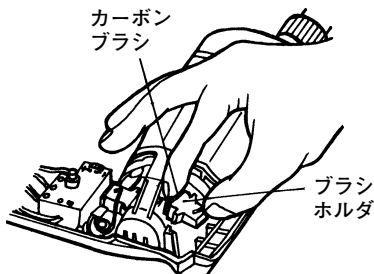

図 6
- (2) ブラシホルダをドライバーの先などで持上げ、カーボンブラシを押さえながらブラシホルダをハウジングから取り出します。(図 6)